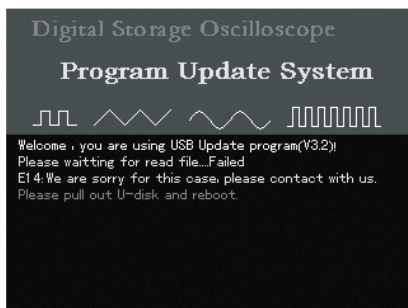

图5-9
4、升级时，如果用户拷到U盘根目录下的升级文件损坏，将出现图5-9所示，提示“很抱歉，读取程序升级文件失败，请与我们联系，重新获取升级文件。请您拔出U盘，重启示波表”。
5、升级时，如果用户拷贝或选择的程序升级文件FLASH类型与当前示波表不一致，将出现图5-9所示，提示“程序升级文件的FLASH类型与当前示波表不一致，请阅读用户手册，并获取示波表UTILITY菜单下的系统信息，与我们联系。请您拔出U盘，重启示波表”。